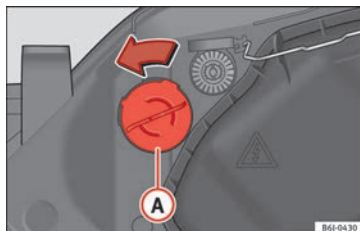

Abb. 100 Blinklicht
- Lampenträger » Abb. 100 Ⓐ nach links drehen und ziehen.